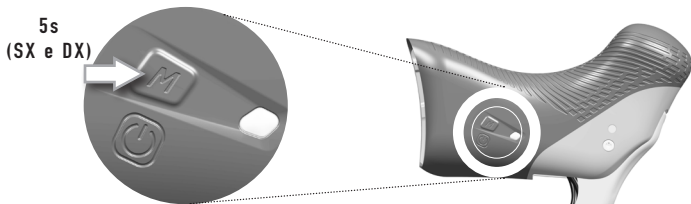

Fig.9
2) Tenete premuti contemporaneamente i tasti MODE dei comandi Ergopower (Fig.9) per 5 secondi, fino a che i led si accendono di colore ROSA.